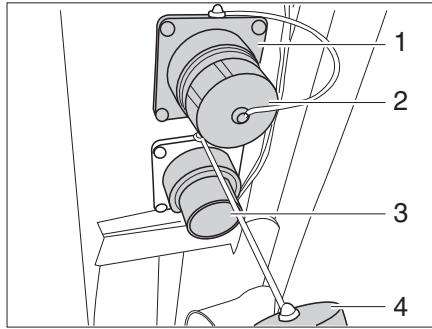

Fig. 213 Conexiones de salida de agua y de aguas residuales
- Desbloquear la caperuza (Fig. 213,2) de las conexiones de salida de agua (Fig. 213,1) girándola un cuarto de vuelta en sentido de las agujas del reloj y extraerla.
- Montar un tubo de desagüe apropiado en la conexión de salida de agua (Fig. 213,1) o colocar un recipiente colector apropiado debajo de la conexión de salida de agua.